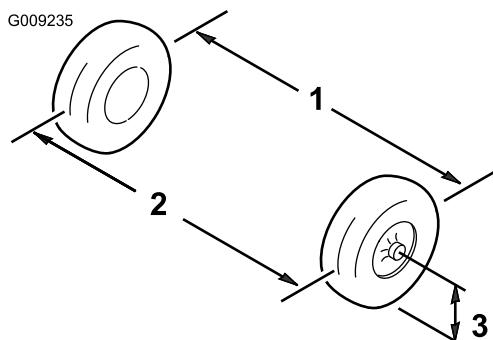

Figura 54
- Mida la distancia entre los neumáticos delanteros a la altura del eje, en la parte delantera y trasera de las ruedas (Figura 54).